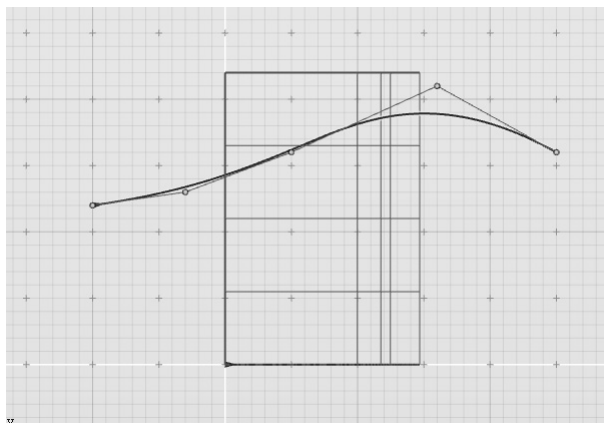

图 5-84 绘制顶部曲线
1) 激活右视图, 绘制一条曲线, 其大体形状如图 5-84 所示。注意, 曲线最顶端不要超过曲面高度, 最好能留有一定的距离用于调整造型。